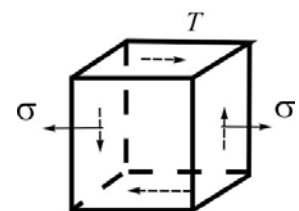

Рис. 2.35
2.35. К элементу приложено напряжение  $\sigma$ . Какое касательное напряжение  $\tau$  нужно дополнительно приложить, чтобы  $\tau_{\max}$  в материале увеличилось в два раза (рис.2.35)?